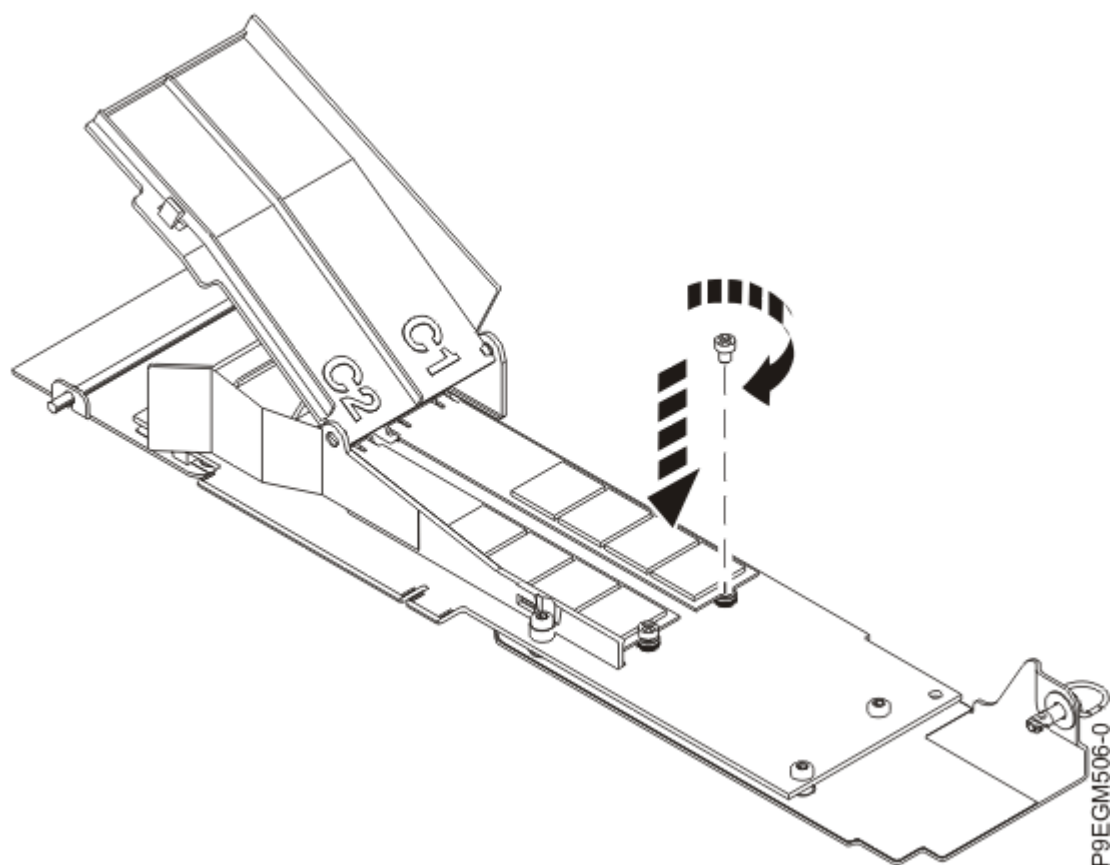

Figure 6. Fixation du module flash NVMe M.2 sur la carte porteuse
4. A l'aide d'un tournevis cruciforme, fixez le module flash sur la carte porteuse NVMe M.2 Figure 6, à la page 9.